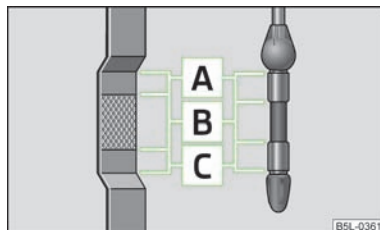

Fig. 98
På oliepinde kan du se motoroliestanden » Fig. 98.
- Oliestanden må aldrig være over område  » Fig. 98. Risiko for beskadigelse af udstødningssystemet!